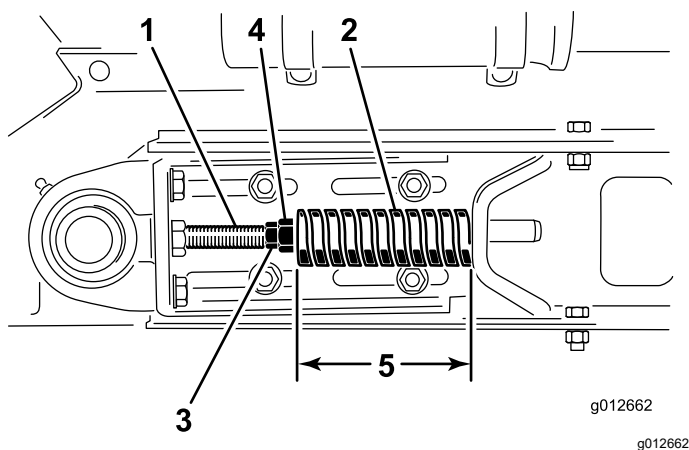

Figura 25
3. Allentate il controdado posteriore (Figura 25).